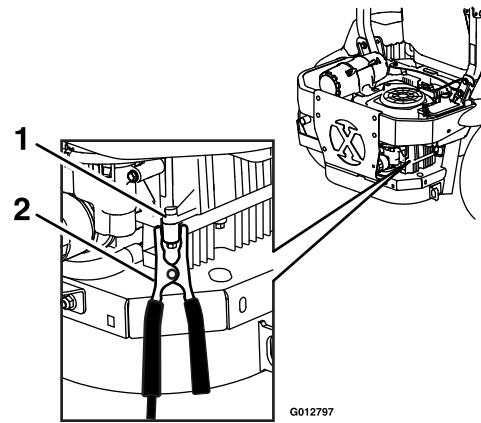

Figure 24
6. **MAKE THE FINAL CONNECTION ON THE ENGINE BLOCK OF THE STALLED VEHICLE (NOT TO THE NEGATIVE POST) AWAY FROM THE BATTERY. STAND BACK (see Figure 24).**